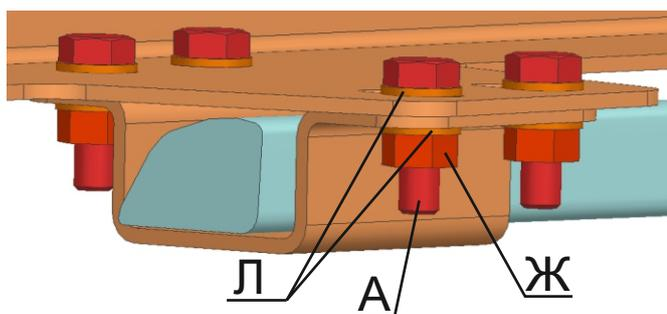

Рис.12
11. Прикрутить задние зажимы (поз. 9) к багажнику с помощью болтов 8x20 (поз. А), шайб 8 (поз. Л) и гаек 8 (поз. Ж) (Рис.12). Протянуть болтовые соединения на средних (поз.8) и задних зажимах (поз.9).